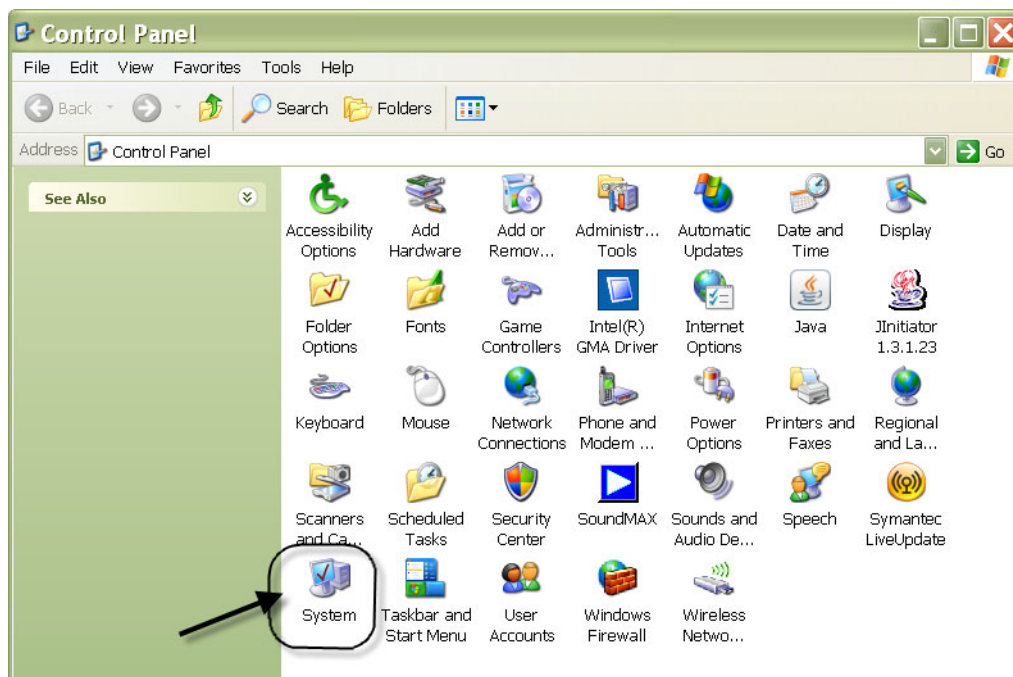

FIG. 120
2. Il pannello di controllo è illustrato in FIG. 120.